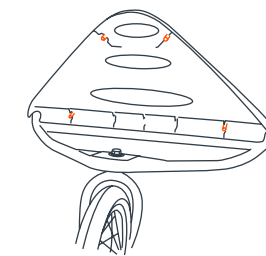

Fig. 7a
- 7) • Examine la parte inferior del guardabarros delantero. Notará cuatro tubos plásticos de ¼ pulgada de diámetro que sobresalen de la parte inferior (Fig. 7a).